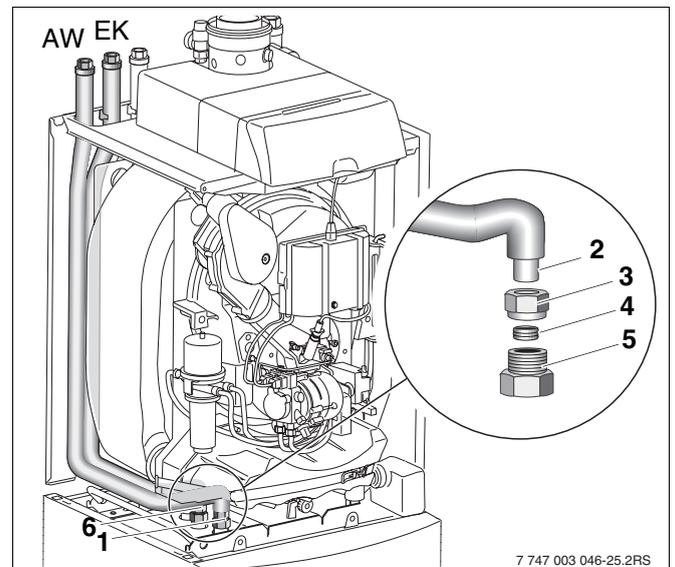

Bild 36 Kaltwasser- und Warmwasserrohr montieren
- Übergangverschraubung (Bild 36, **Pos. 5**) am Speicheranschluss EK (Bild 36, **Pos. 6**) und AW (Bild 36, **Pos. 1**) mit Hanf oder Gewindedichtfaden eindichten.
- Überwurfmutter (Bild 36, **Pos. 3**) und Klemmring (Bild 36, **Pos. 4**) über das Rohrende (Bild 36, **Pos. 2**) schieben.
- Kaltwasser- und Warmwasserrohr (Bild 36, **Pos. 2**) mit Überwurfmutter (Bild 36, **Pos. 3**) und Klemmring (Bild 36, **Pos. 4**) bis zum Anschlag in die Übergangverschraubung (Bild 36, **Pos. 5**) einschieben.
- Kaltwasser- und Warmwasserrohr (Bild 36, **Pos. 2**) ausrichten (siehe Bild 36).
- Ziehen Sie die Überwurfmutter (Bild 36, **Pos. 3**) handfest an.
- Markieren Sie vor dem Festziehen die Übergangverschraubung (Bild 36, **Pos. 5**) und die Überwurfmutter (Bild 36, **Pos. 3**) mit einem Stift.
- Beim Anziehen der Überwurfmutter (Bild 36, **Pos. 3**) an der Übergangverschraubung (Bild 36, **Pos. 5**) gegenhalten.
- Eine Umdrehung mit einem Gabelschlüssel anziehen, bis die Markierung an der Überwurfmutter (Bild 36, **Pos. 3**) mit der an der Übergangverschraubung (Bild 36, **Pos. 5**) wieder übereinstimmt (dies entspricht einem Anzugsmoment von 70 Nm).